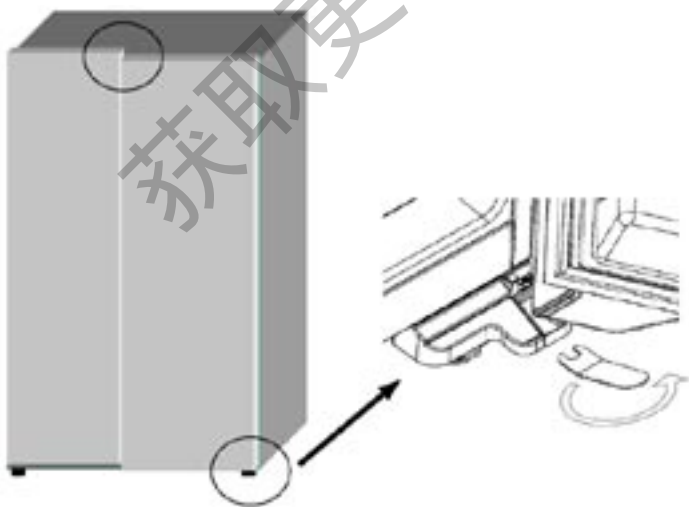

图4
1. 通过调整门铰链下的调节螺钉可以调整每扇门的垂直高度（见图6），两扇门可以向上或向下调整。根据调节高度，有时调整一扇门就够了（见图4，5）。